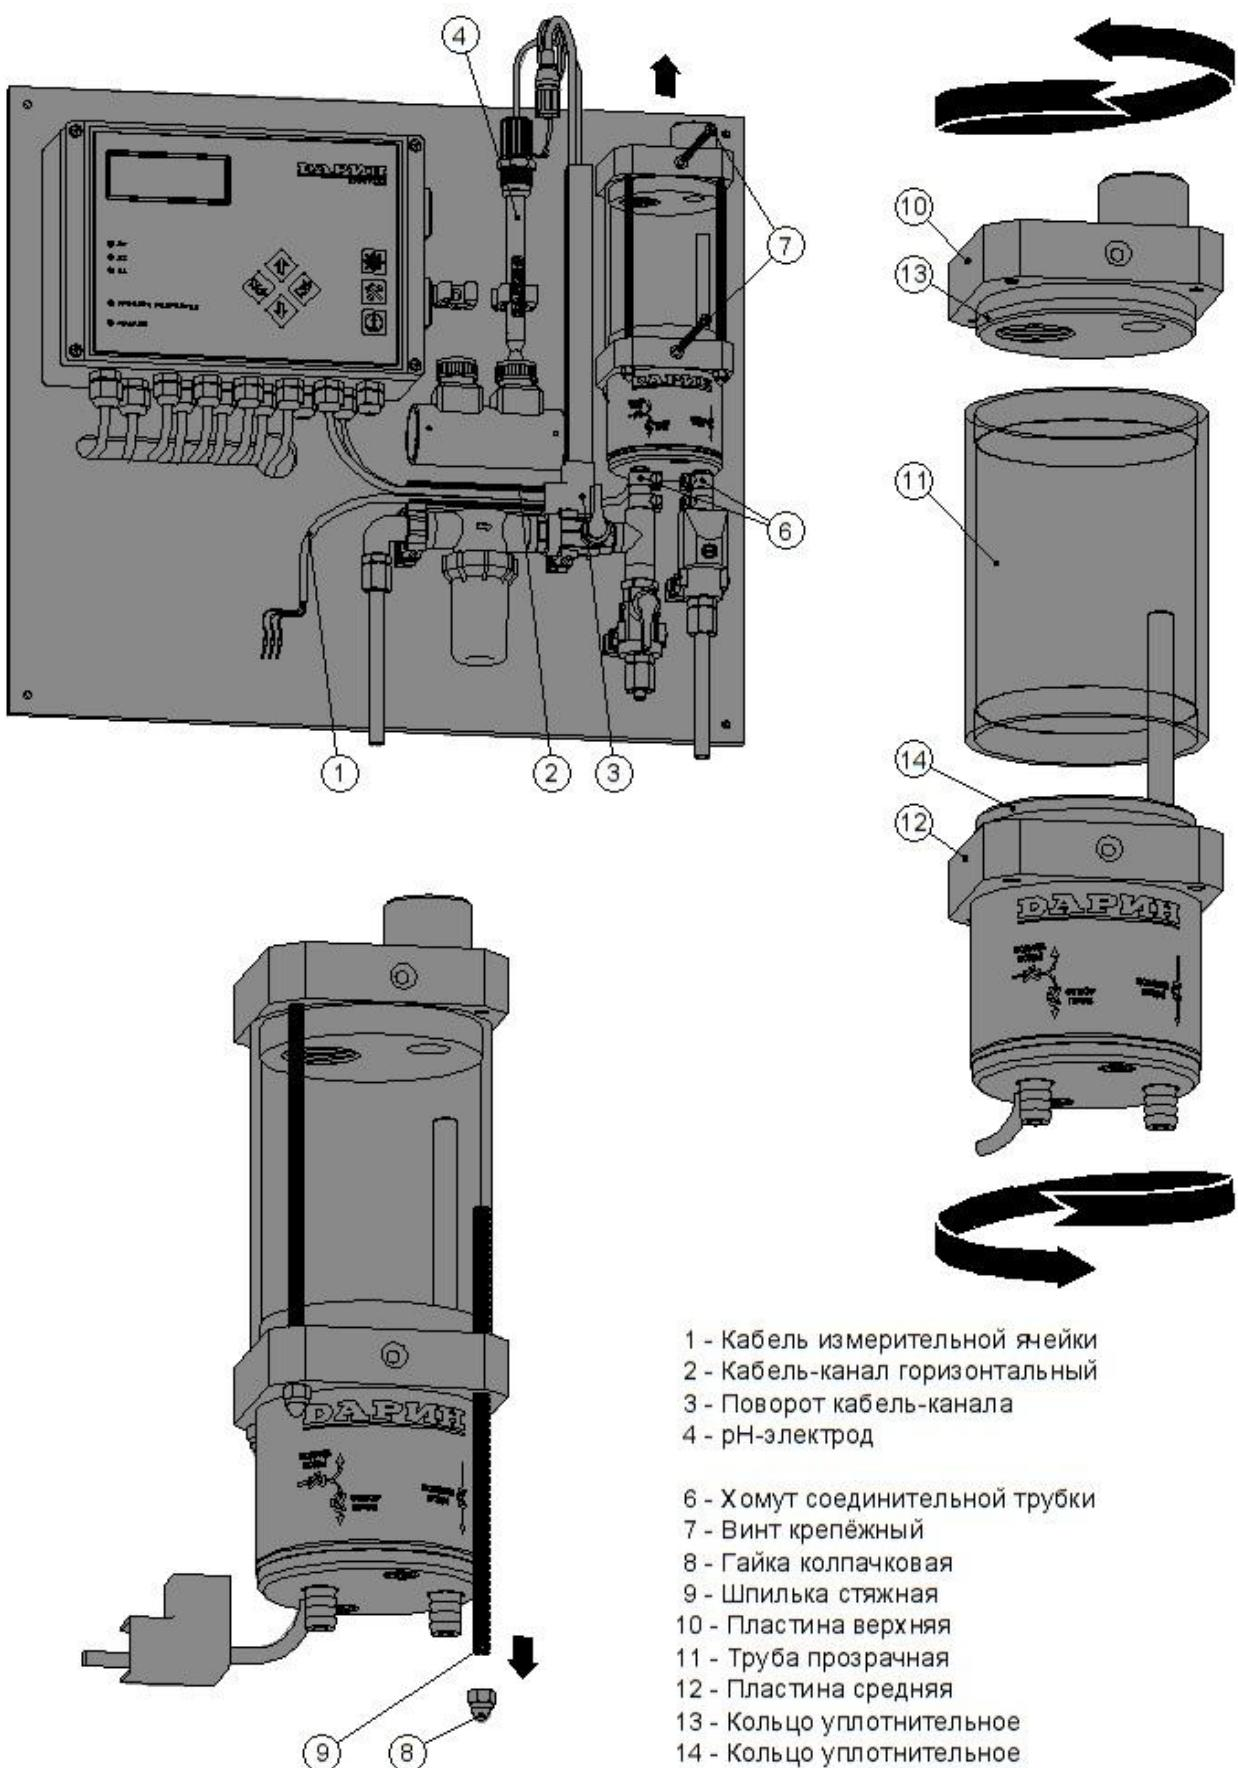

Рис.6.2-2 Очистка стенок проточной камеры измерительной ячейки CL, pH
- открыть крышку контроллера Кристалл, отсоединить провода от клемм «Измерительная ячейка» (см. рис.4.3-3), ослабить гайку гермоввода и вытащить кабель измерительной ячейки наружу (см. рис.6.2-2, поз.1);
- снять крышку с горизонтального кабель-канала (см. рис. 6.2-2, поз.2) и отсоединить от кабель-каналов поворот (см. рис.6.2-2, поз.3) вместе с кабелем измерительной ячейки (см. рис.6.2-2, поз.1);
- выкрутить из ячейки pH-электрод и поместить в держатель электродов (см. рис.6.2-2, поз.4);
- ослабить хомуты соединительных трубок на входном и выходном патрубках измерительной ячейки (см. рис.6.2-2, поз. 6);
- выкрутить крепёжные винты измерительной ячейки (см. рис.6.2-2, поз. 7) – сначала нижний винт, а затем, придерживая ячейку рукой, верхний винт;
- скрутить колпачковые гайки (4 шт.) со стяжных шпилек измерительной ячейки, а затем выкрутить из ячейки и сами шпильки (см. рис.6.2-2, поз. 8 и 9);
- отделить от измерительной ячейки верхнюю пластину, поворачивая и одновременно вытягивая эту пластину из прозрачной трубы (см. рис.6.2-2, поз. 10 и 11);
- отделить от измерительной ячейки прозрачную трубу, поворачивая и одновременно вытягивая из этой трубы среднюю пластину (см. рис.6.2-2, поз. 11 и 12);
- перед сборкой ячейки нанести силиконовую смазку на уплотнительные кольца верхней и средней пластины (см. рис.6.2-2, поз. 13 и 14); рекомендуется использовать смазку для шлангов перистальтических насосов (см. рис.4.2-3, поз. 2);